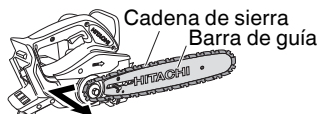

Fig. 4
2. Retirar la cadena de la sierra y la barra de guía (Fig. 4)